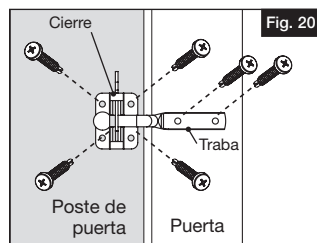

Fig. 20
- b. Mida e instale el cerrojo con los seis (6) tornillos Phillips de 1" incluidos con el cerrojo. La traba del cerrojo se instala primero en la puerta y, a continuación, instale el cerrojo en el poste de la puerta (Fig. 20).